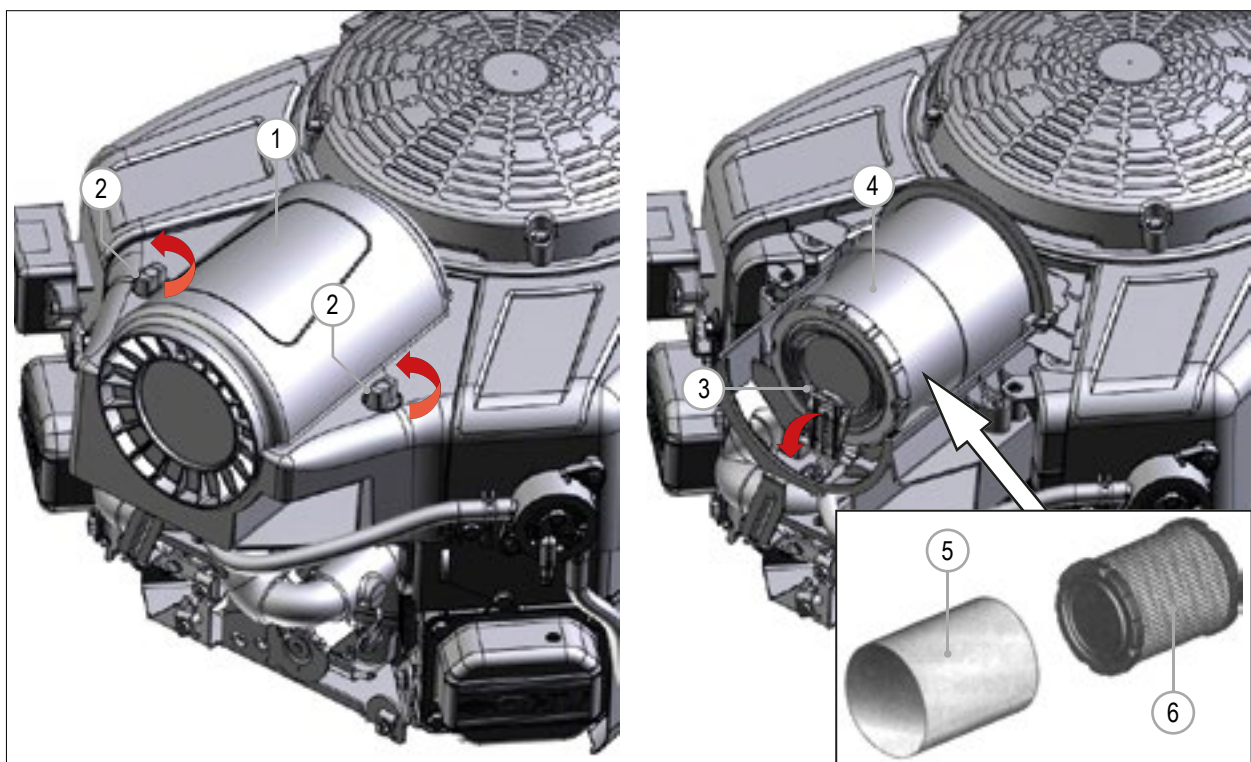

РИС. 40
- 4) Снимите крышку воздушного фильтра (РИС. 40 - Сс. 1), ослабив два зажима (РИС. 40 - Сс. 2).
- 5) Освободите фиксатор (РИС. 40 - Сс. 3).
- 6) Снимите воздушный фильтр (РИС. 40 - Сс. 4).
- 7) Снимите фильтрующий элемент (РИС. 40 - Сс. 6) из предварительного фильтра (РИС. 40 - Сс. 5).
- 8) Проверьте фильтрующий элемент (РИС. 40 - Сс. 6), для очистки продуйте фильтр воздухом с низким давлением или замените новым фильтром.
- 9) Проверьте предварительный фильтр (РИС. 40 - Сс. 5), для очистки используйте жидкое моющее средство или воду. Затем высушите.
- 11) Установите воздушный фильтр и закрепите фиксатором (РИС. 40 - Сс. 3).